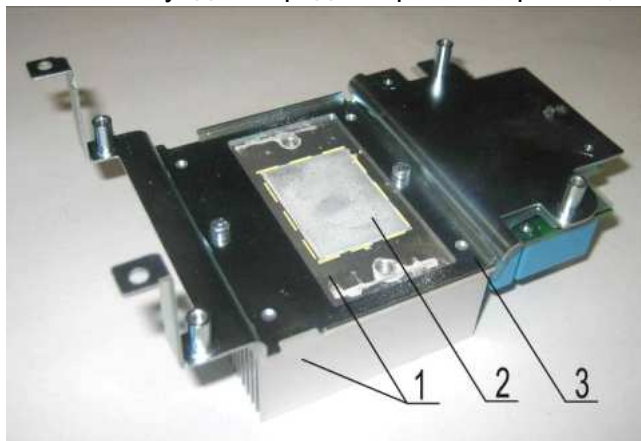

Рис. 6.13
6.8.1. Удалить остатки компаунда 2 с радиатора 1 салфеткой, смоченной СБС (рис.6.13).